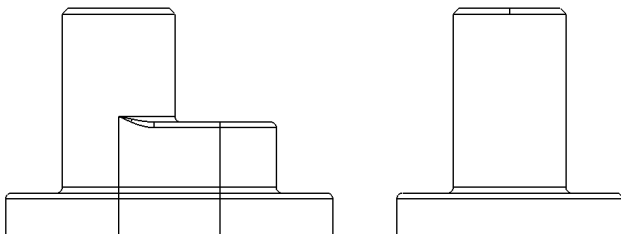

图 12-22 打开工程图文件
(1) 单击常用工具栏中的【打开】按钮，打开一幅工程图文件，如图 12-22 所示。